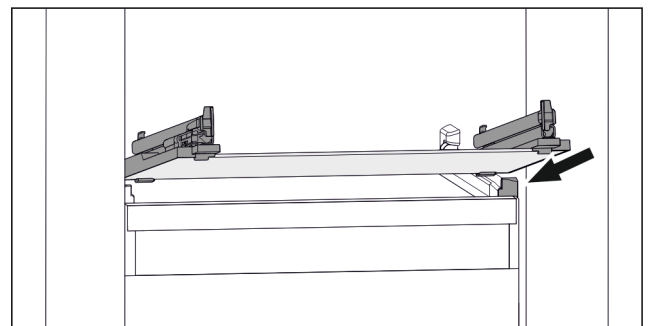

Fig. 119 Примерно изображение на стъклената плоча
- ▶ Поставете стъклената плоча под ъгъл зад ограничителите. (виж Fig. 119)